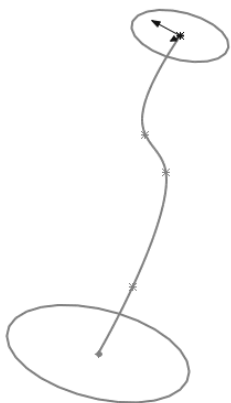

图 5-72 绘制草图
- 1) 利用“草图绘制”命令，绘制图 5-72 所示的草图，注意三个草图在不同的平面上。